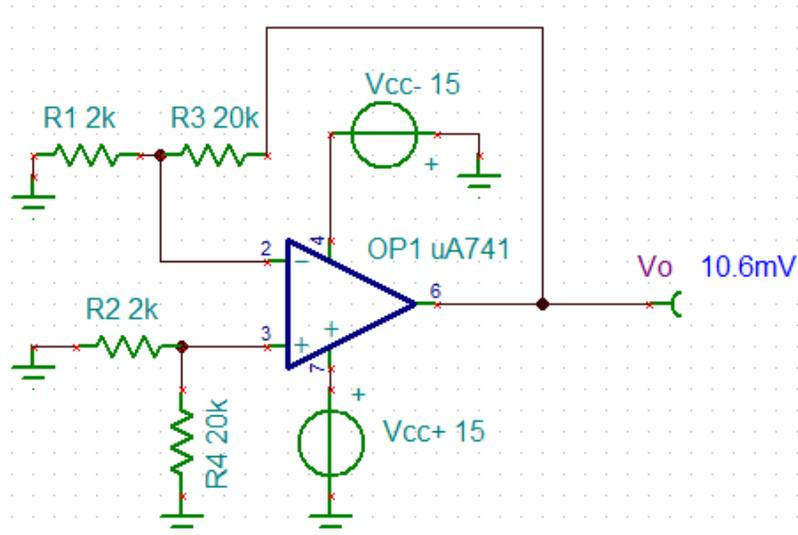

Figura 13: Circuito para encontrar offset
- A- Armar el circuito mostrado en la Figura 13